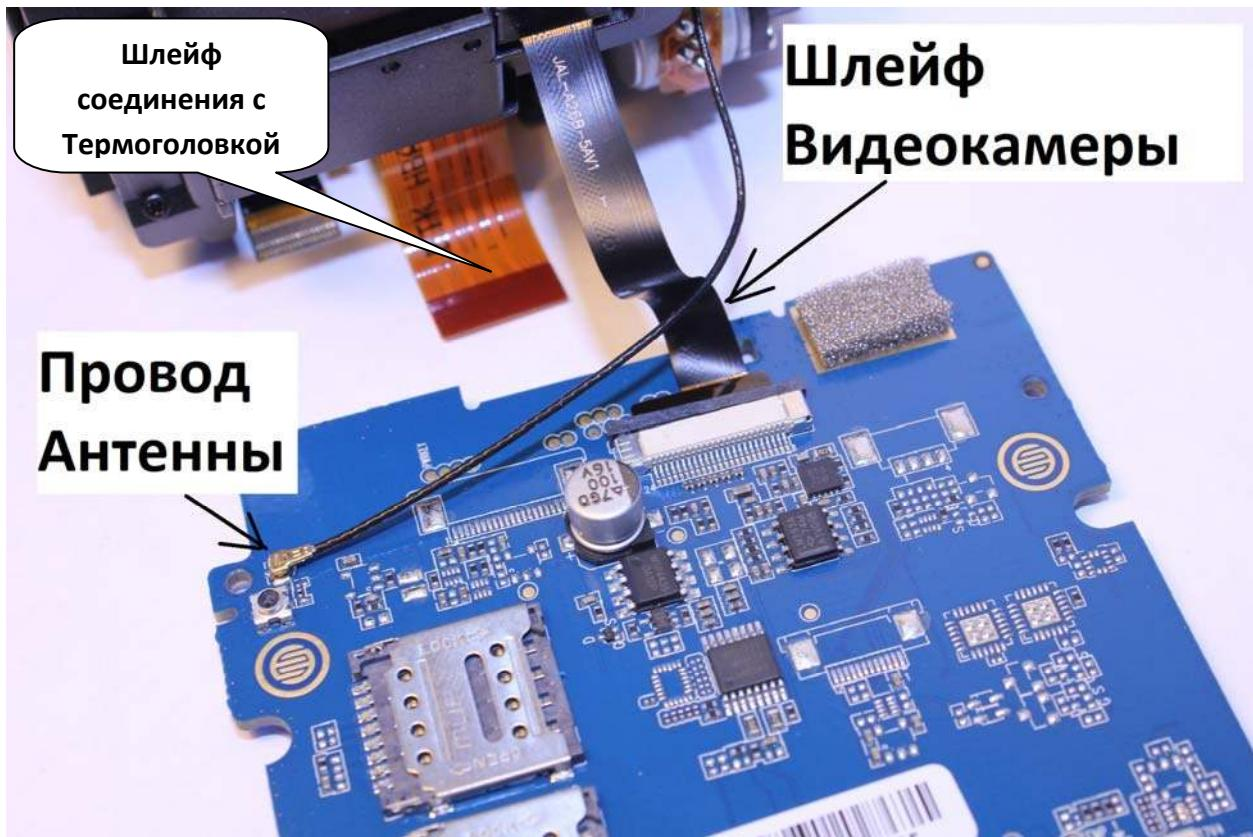

рис. 22
- Перевернув МА и Корпус на другую сторону необходимо отсоединить шлейф Видеокамеры и провод Антенны (см. рис.22)